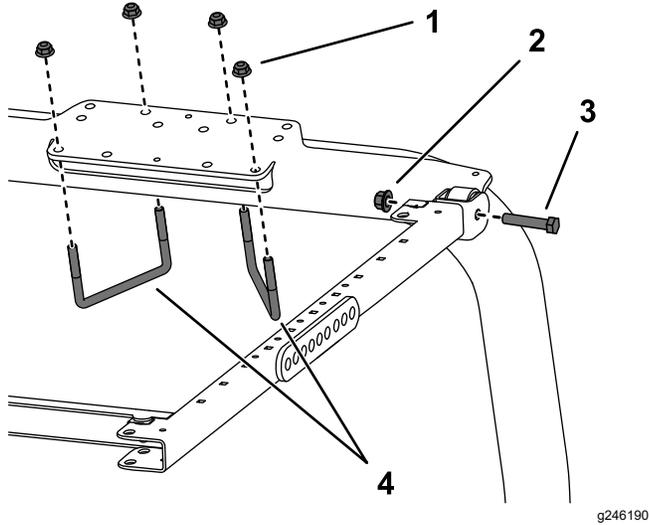

Figura 39
1. Posizionate la staffa di montaggio del ROPS sulla parte superiore del roll bar del trattorino (Figura 39). Assicuratevi che il roll bar sia centrato sulle staffe di montaggio del ROPS.
2. Utilizzando i fori di montaggio illustrati nella Figura 39, montate la staffa di montaggio del